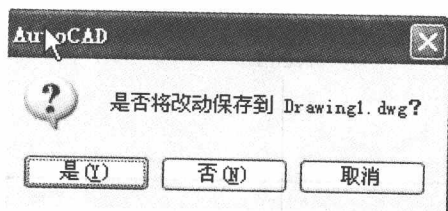
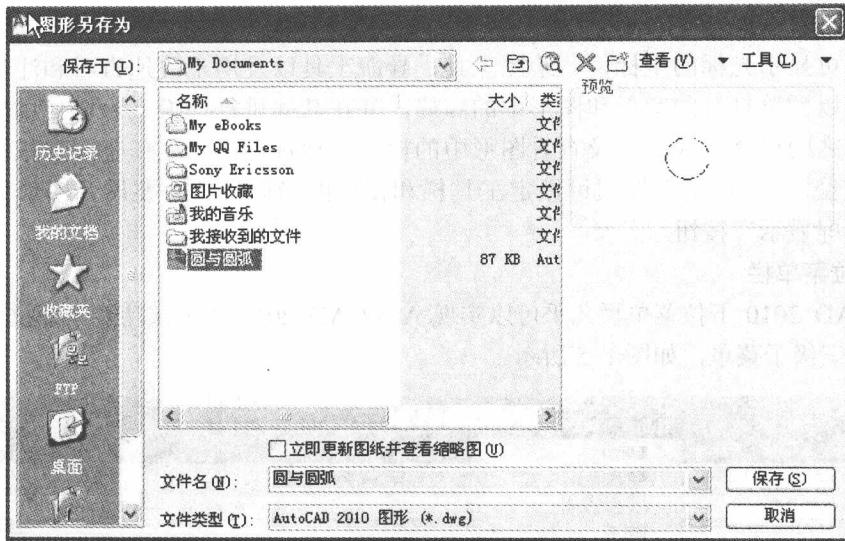

图 1-3 文件保存提示框
图 1-4 “图形另存为”对话框
在 AutoCAD 2010 界面的右上角, 单击  按钮, 或打开“文件”下拉菜单, 选择“退出”选项。如果用户没有将所绘制的图形保存, 则系统会弹出如图 1-3 所示的对话框。对话框中 3 个按钮的作用如下。
(1) 选择下拉菜单“文件”→“保存”, 弹出如图 1-4 所示的对话框, 输入文件名, 选择保存路径, 单击“保存”按钮即可。
(2) 在退出 AutoCAD 的过程中, 出现如图 1-3 所示的对话框时, 单击对话框中的“是”按钮, 屏幕上也可出现如图 1-4 所示的“图形另存为”对话框。